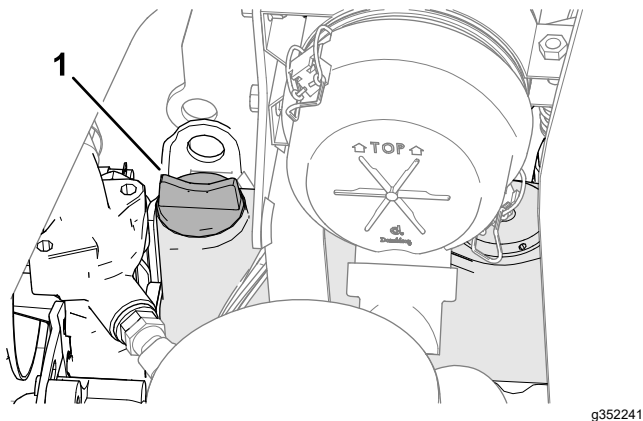

Figura 69
5. Se l'olio è insufficiente, togliete il tappo di rifornimento (Figura 69) e aggiungete lentamente piccole quantità di olio, controllando spesso il livello, finché non raggiunge il segno di pieno sull'asta.